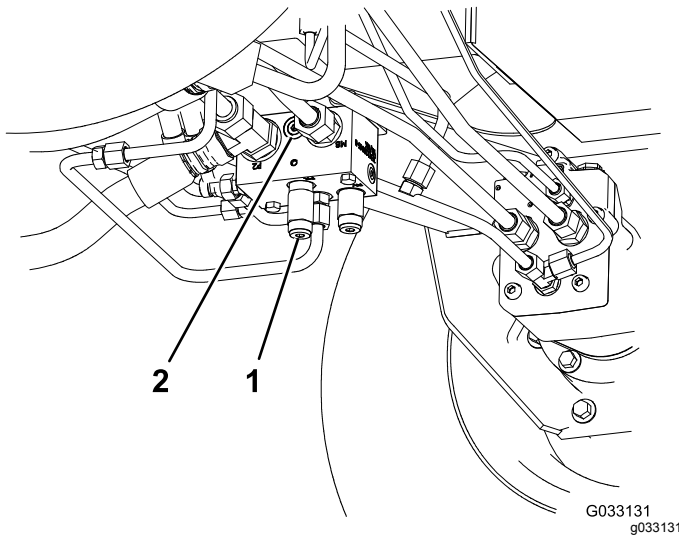

Figura 61
- Pieza Toro N° 95-0985, empalme (2)
- Pieza Toro N° 340-77, acoplamiento hidráulico (2)
1. Instale un acoplamiento diagnóstico en el orificio sin marcar que está situado entre los orificios M8 y P2 del colector de tracción trasera (Figura 61).